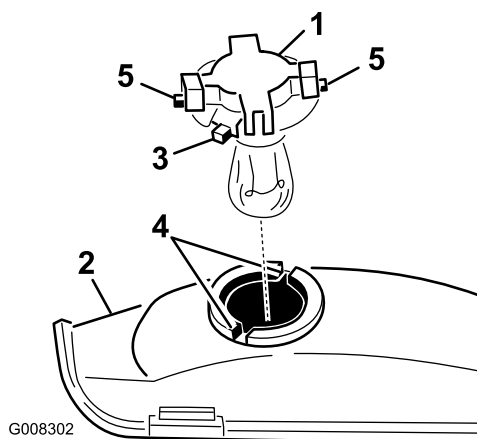

Figure 30
7. Dévissez l'embase d'un quart de tour dans le sens anti-horaire et déposez-la du réflecteur (Figure 30).